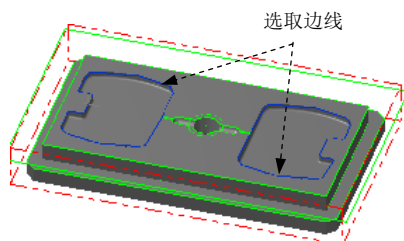

图 20.35 选取加工范围
(2) 单击“刀具路径的曲面选取”对话框的 **Containment boundary** 区域中的  按钮，系统弹出“串连选项”对话框，采用“串联方式”选取图 20.35 所示的边线。单击  按钮，系统返回至“刀具路径的曲面选取”对话框。单击  按钮，系统弹出“曲面残料粗加工”对话框。